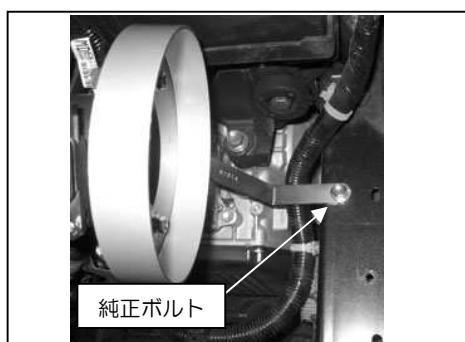

図8
- ③組み立てたアダプターASSYを車両へ取り付けます。図8参照